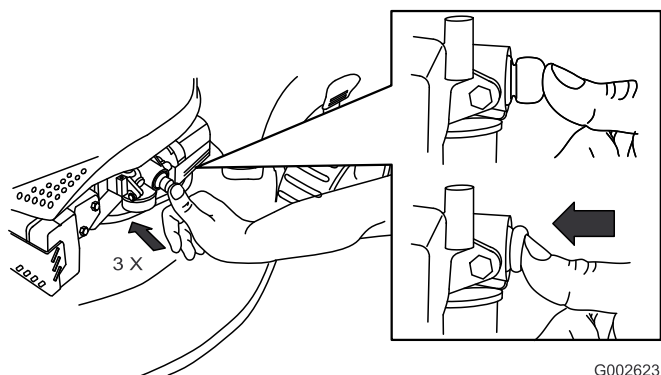

Figure 20
- Appuyez fermement à 3 reprises sur l'amorçeur avec le pouce, en marquant une pause d'une seconde chaque fois (Figure 20).